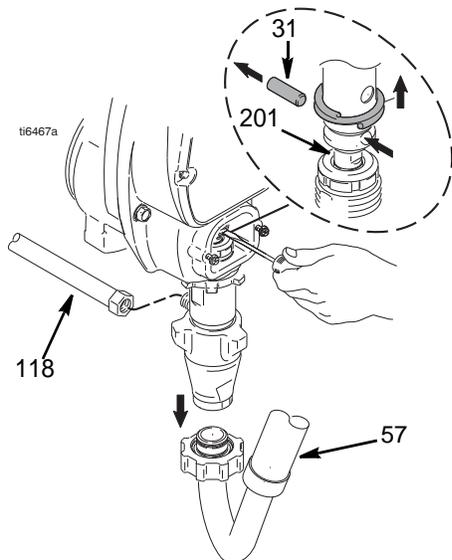

FIG. 15
3. FIG. 15. Pare o pistão com a biela (201) na posição mais baixa.
5. FIG. 15. Retire o tubo flexível (118) e o tubo flexível de aspiração (57). Com uma chave de fendas, empurre a mola retentora para cima e retire o pino (31).